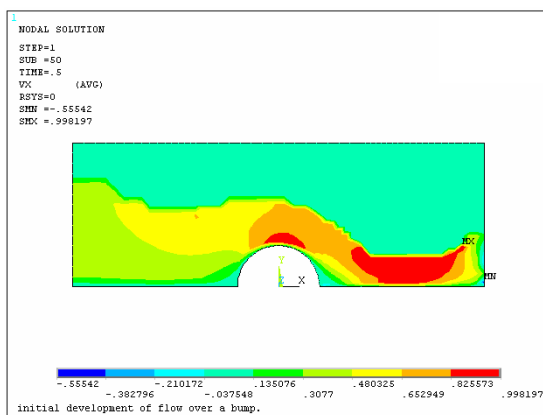

图 7-37 流体轴向速度场分布等值线图
⑤重复第②步操作。在“Item to be contoured”列表框中依次选择 DOF Solution→X-Component of fluid velocity, 单击“OK”按钮, ANSYS 窗口将显示如图 7-37 所示的流体轴向速度场分布等值线图。